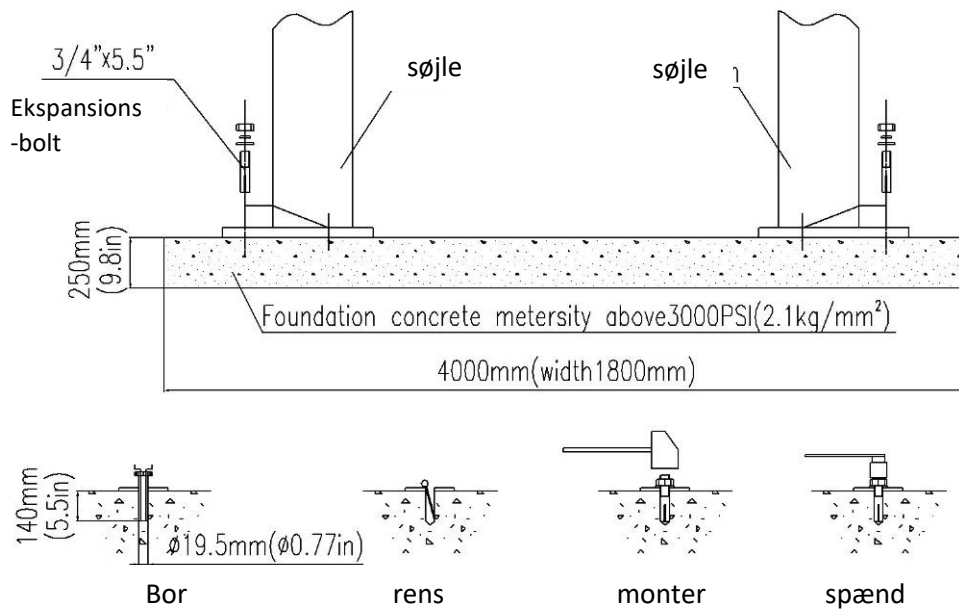

Fig.4
2. Når hullerne er boret, skal du grundigt fjerne snavs og støv i dem og sikre dig, at søjlerne bliver stående på den cirkel, der tidligere er tegnet med kridt (som vist i fig. 4).